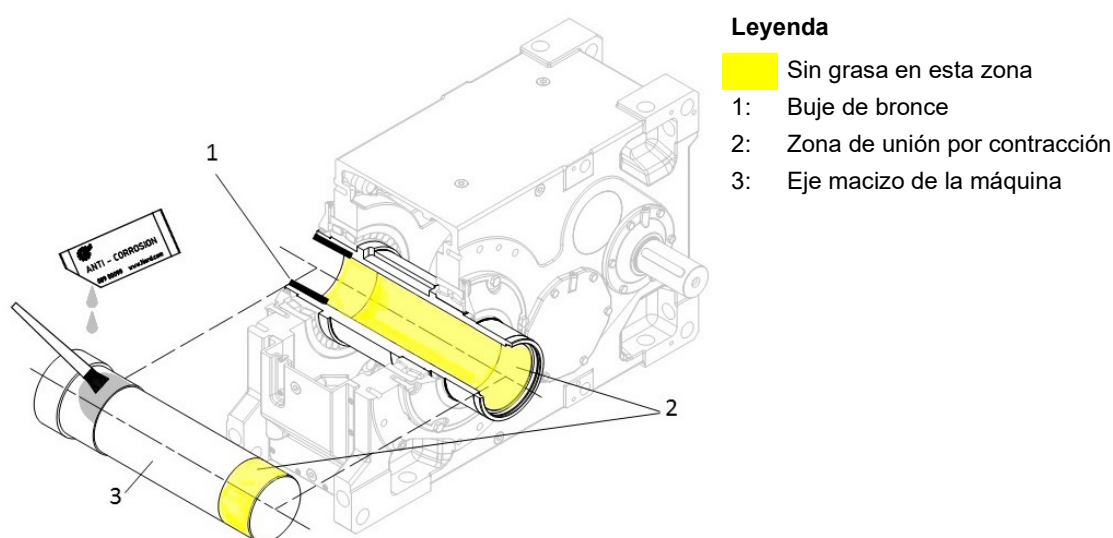

Figura 14: Montaje del eje macizo de la máquina en caso de usar ejes huecos especiales con aro de contracción
4. En caso de usar un eje hueco especial con buje de bronce, engrase las áreas del eje macizo de la máquina que después van a entrar en contacto con el buje en el eje hueco (Figura 14). No engrase el buje de bronce. Debe mantener el pasador elástico del aro de contracción limpio de grasa.